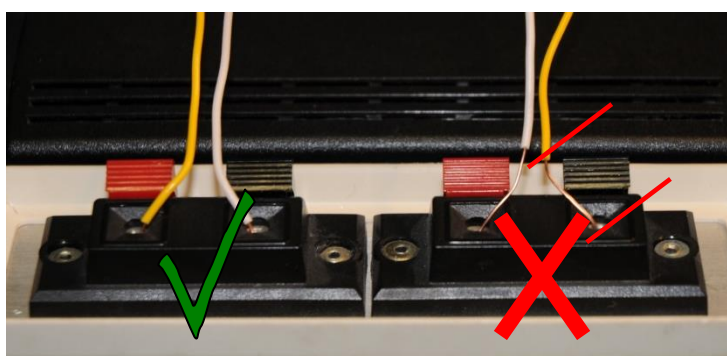

Fig. 3
- Sur les bornes à fiche, le fil, après avoir été introduit, doit être ressorti en exerçant une force moyenne. L'isolation doit commencer à environ 1 ou 2 mm après la borne (elle ne doit être ni trop longue ni trop courte). Fig. 3